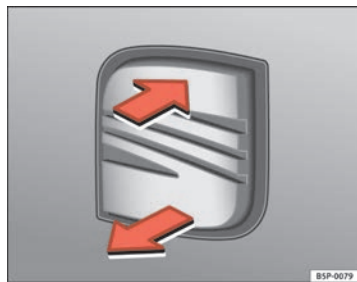

Abb. 45 Heckklappe:
- Ziehen Sie am Griff und heben Sie die Heckklappe an ⇒ Abb. 45. Die Heckklappe öffnet sich selbstständig.